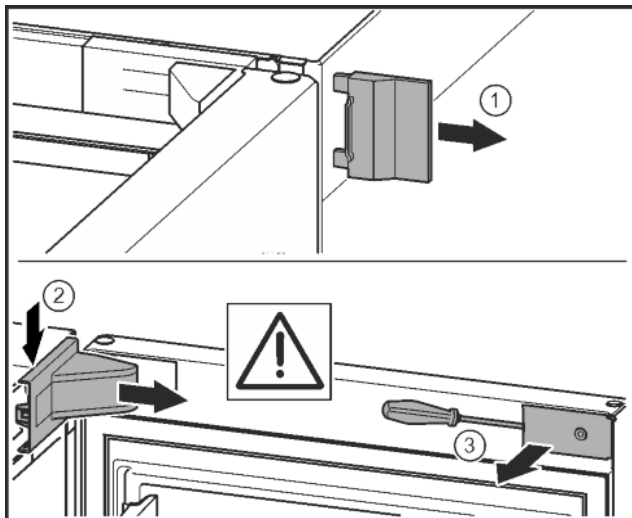

Fig. 7
- Buitenste afdekking verwijderen. *Fig. 7 (1)*
- Lagerbusafdekking ontgrendelen en losmaken. Afdekking van de lagerbus verwijderen. *Fig. 7 (2)*
- Paneel met de sleufschroevendraaier losmaken en naar de zijkant draaien. *Fig. 7 (3)*